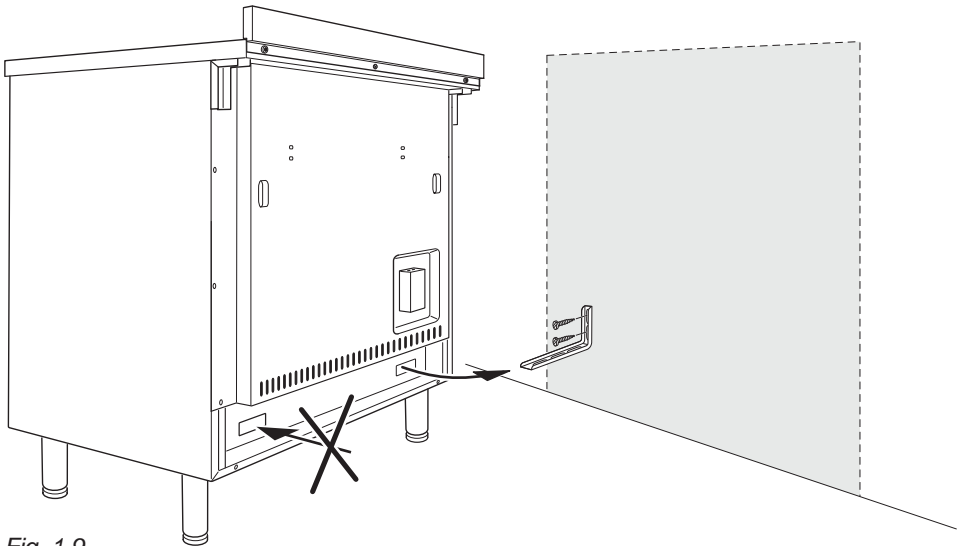

Fig. 1.9
1. Når du har valgt endelig plassering til komfyren, markerer du de to skruenes plassering til anti-vippebeslaget på veggen. Se Fig. 1.9.
4. Flytt komfyren bort til veggen og juster høyden på anti-vippebeslaget, så det passer til hullene på komfyren. Se Fig. 1.9.